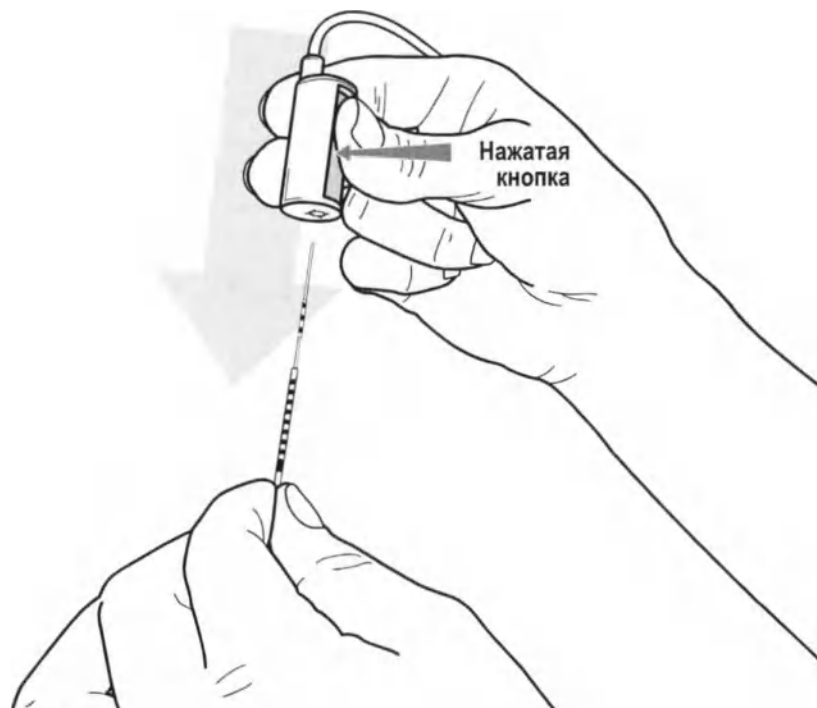

Рисунок 12. Отпустите кнопку на разъеме кабеля операционного, чтобы подключить кабель операционного к электроду для ГСМ
3. Удерживайте кабель операционный и электрод для ГСМ, как показано на Рисунок 12. Чтобы открыть разъем кабеля операционного, нажмите кнопку. Удерживайте кнопку нажатой.
4. Вставив тонкий зонд электрода, проведите разъем кабеля операционного на проксимальный конец электрода для ГСМ (Рисунок 12). Убедитесь, что электрод для ГСМ вставлен полностью. Когда электрод для ГСМ будет вставлен полностью, разъем кабеля операционного дойдет до предела.